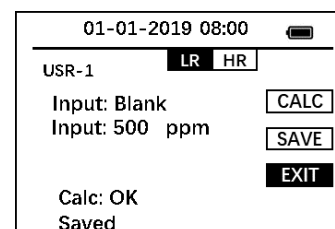

Figura 14.
- (b) Con la opción **SALIR** resaltada, pulse la tecla **OK** para salir de la interfaz de medición (Figura 14).